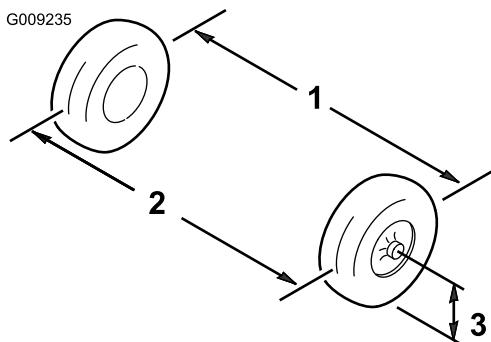

Рисунок 53
- Измерьте расстояние между обеими переднимишинами на высоте моста, с передней и задней стороны передних шин (Рисунок 53).